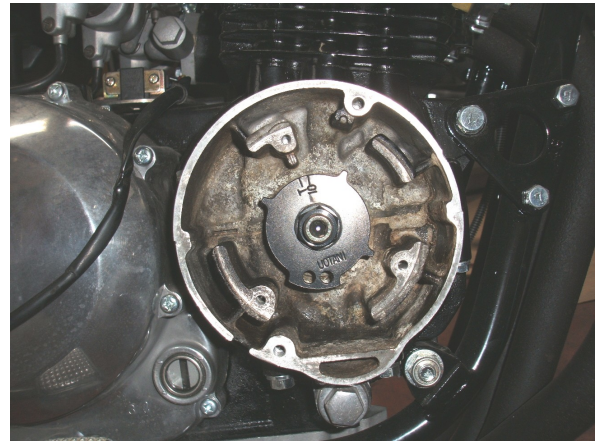

図2、SP2 タイミングロータの取り付け
- ②SP2 タイミングロータを付属の8 \* 35mmボルトを使用して取り付けて下さい(図2)。